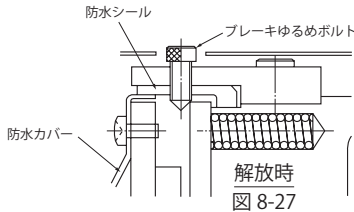

図 8-27
- (1) 対角 2ヶ所のブレーキゆるめボルトを一旦外し、手動解放防止用スペーサを取り除いた後、再度ボルトを六角スパナでねじ込んでいくとブレーキは解放されます。この時ブレーキゆるめボルトを回し過ぎないようにしてください。(ブレーキが解放されたか確認しながらブレーキゆるめボルトを回してください。) (図 8-27、8-28 参照)